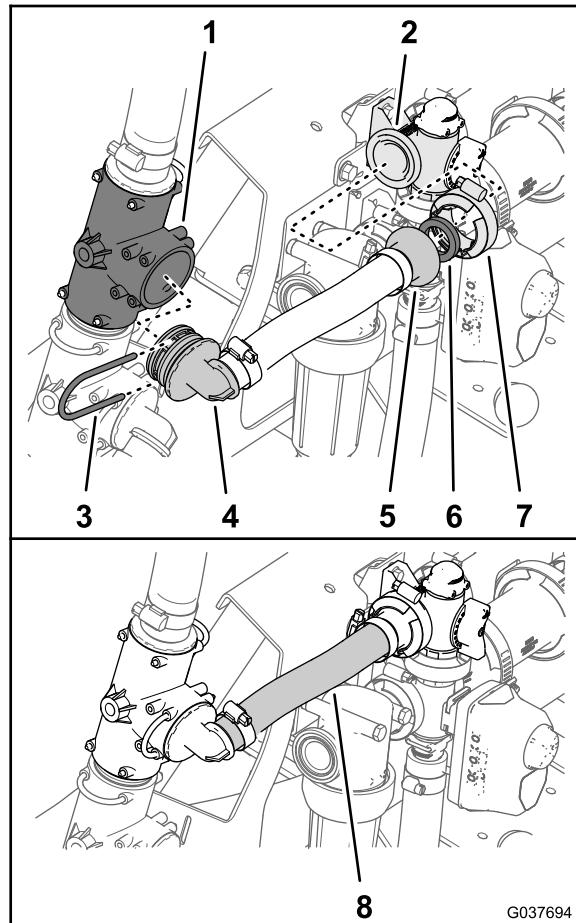

图59
2. 使用在 拆下搅拌旁通和打药车供水软管 \(页码 14\) 的步骤 2 中卸下的卡环将搅拌旁通软管 25 x 254mm 的 90° 宝塔接头安装到上 T 形接头上 图59。
3. 用法兰夹具 4064mm 将搅拌旁通软管的宝塔凸缘接头和垫片 25 x 35mm 固定到搅拌旁通阀的法兰上 图59。